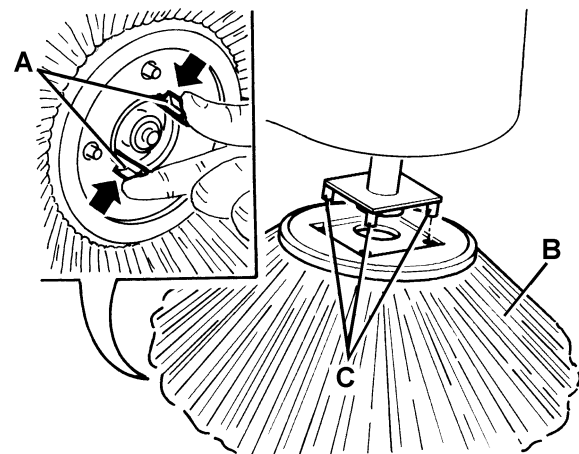

Figure 8
1. Porter la machine sur un sol plat et activer le frein de stationnement à l'aide de la pédale (3) et du levier (4).
2. Tourner la clé de contact (82) sur "0".
3. Insérer la main à l'intérieur du balai latéral et appuyer sur les languettes (A, Fig. 8) vers l'intérieur, puis enlever le balai (B) en le dégageant des quatre pivots (C).
4. Installer le nouvel balai latéral dans la machine en l'engageant dans les pivots (C, Fig. 8) et dans les languettes (A).